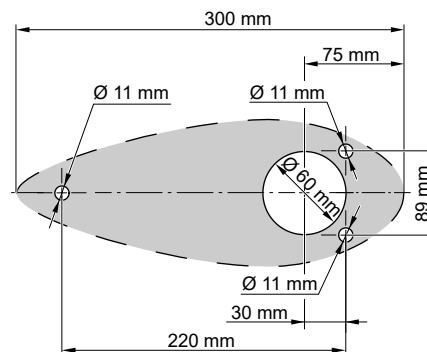

Abb. 8: Abmessungen
- Bohren Sie vier Löcher zur Montage des Pods in den Schiffsrumpf, **siehe "Abb. 8: Abmessungen"**. Falls erforderlich, verwenden Sie den angepassten Ausgleichsblock als Bohr-Schablone.
- Stecken Sie den Ausgleichsblock (4) auf den Einbaufansch (5).